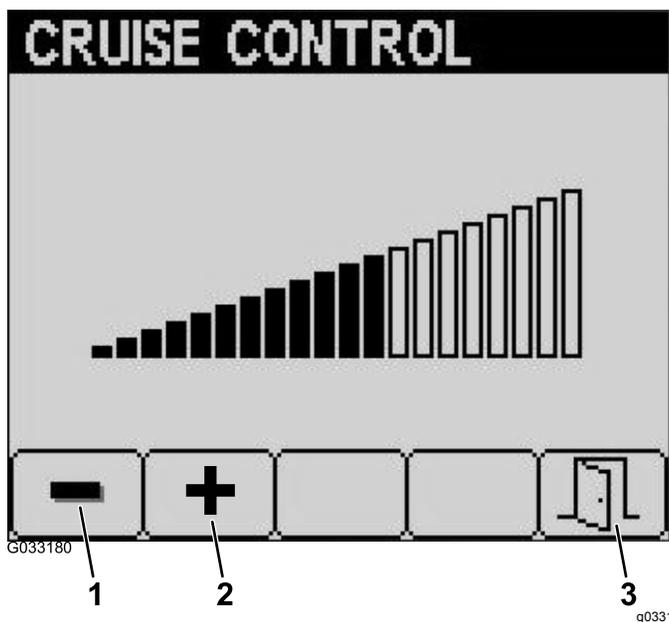

図 29
4. クルーズコントロール画面で、ボタン1を押すと速度現象、2を押すと速度増加となる 図 29。
5. 設定が終わったらボタン 5 を押して終了する (図 29)。